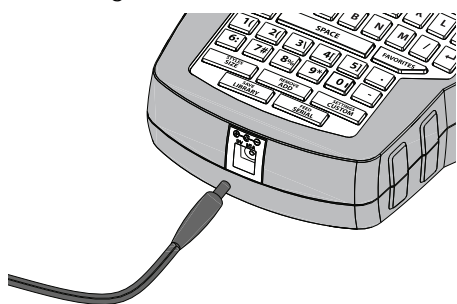

Abbildung 3
- 1 Schließen Sie das Netzteil an den Stromanschluss am oberen Ende des Druckers an. Siehe Abbildung 3.